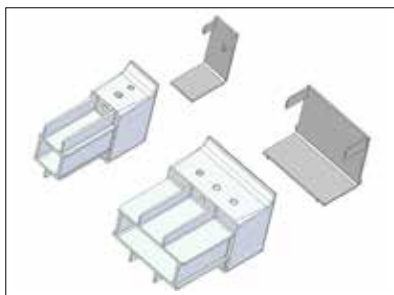

Abb. 51
- » Abdeckkappe auf Querprofil aufstecken (Abb. 51).